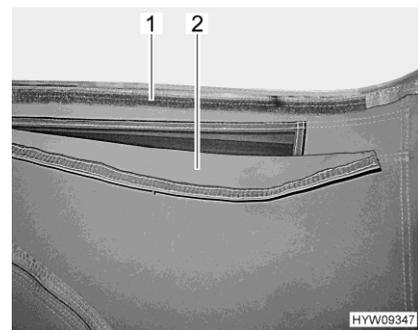

Fig. 22 Aerazione (aperta)
- Portare verso l'alto la membrana in tessuto (Fig. 22,2) e spingerla sulla parte in velcro (Fig. 22,1).